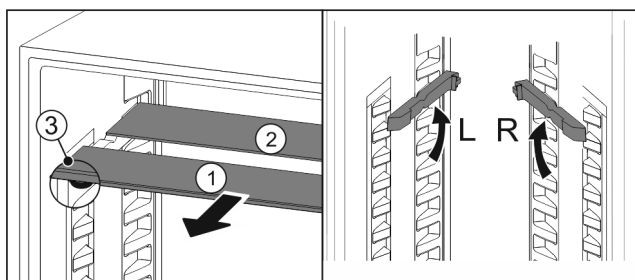

Fig. 34
- ▶ Wyciągnąć Fig. 34 (1) pojedynczo półki szklane do przodu.
- ▷ Płyta szklana Fig. 34 (1) z listwą ozdobną znajduje się z przodu.
- ▷ Stopery Fig. 34 (3) wskazują w dół.